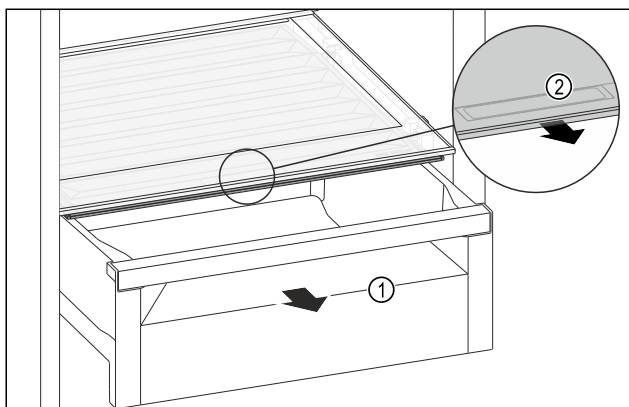

Fig. 112
- Estrarre il cassetto Fig. 112 (1).
- Afferrare la maniglia incassata Fig. 112 (2) sul coperchio dello scomparto e tirare allo stesso tempo in avanti il coperchio dello scomparto.